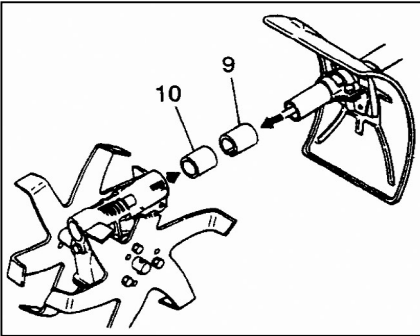

Fig. 3
- NOTE:** If your unit has the pipe dia. 26 mm which has larger sized shaft pipe, remove the bracket collar (9) and gear case collar B (10) and install. (Fig. 3)
- REMARQUE:** Si votre appareil est conçu avec un tube d'axe plus gros, utilisez le tube de diamètre 26 mm. Démontez le collier du bras(9) et le collier de dégagement de l'entraînement B (10) et montez le tube. (Fig. 3)